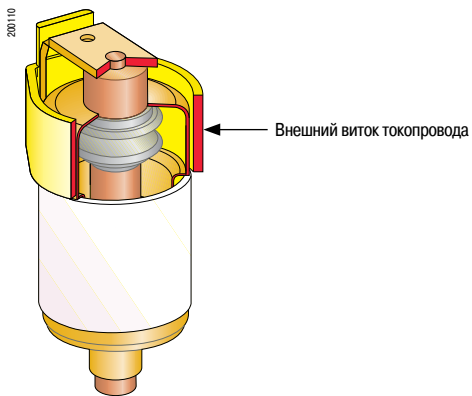

Рис. 4. Дугогасительная камера Evolis 6, 10 кВ с внешним витком токопровода
- либо с помощью витков снаружи камеры (рис. 4) для номинального напряжения 6-10 кВ;